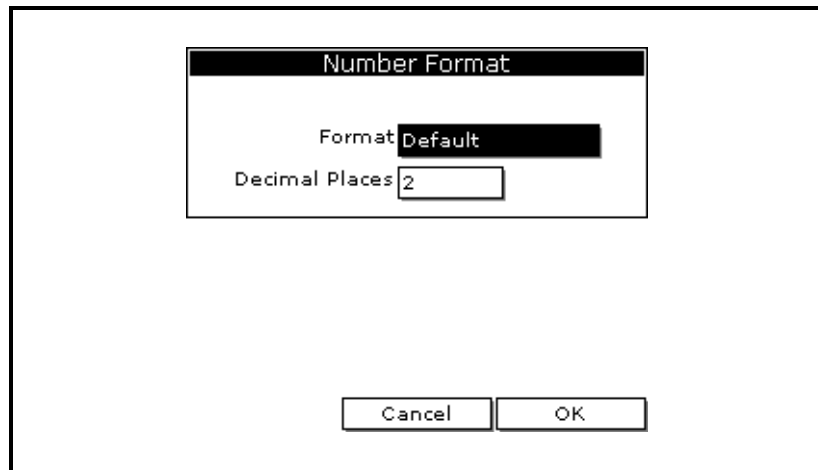

图 3-3 : Number Format (数字格式) 窗口
2. 使用方向键滚动至 Format (格式) , 然后按 [ENTER] (进入)。此时将出现类似于下图 3-3 的屏幕。